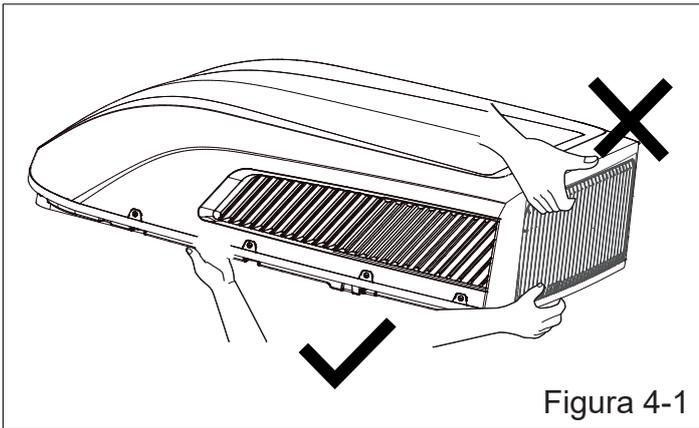

Figura 4-1
1) Cuando desembale y saque la unidad exterior, no levante la rejilla de salida de aire de la parte posterior de la caja (véase la Figura 4-1).